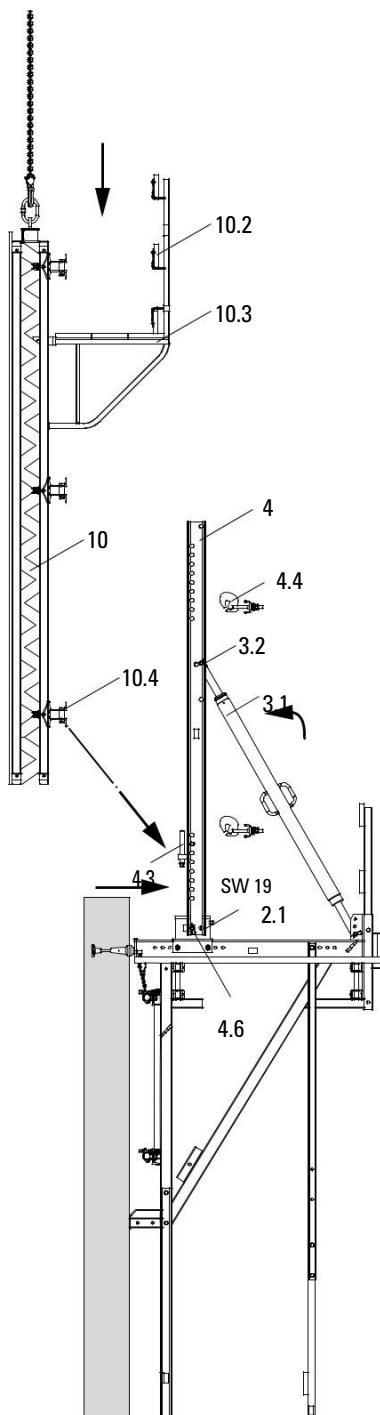

Fig. B2.07
5. Спуснете кофража (10) с долния ригел (10.4) върху регулатора на височината. Повдигащото въже остава обтегнато.
6. Закрепете държача на трегера (4.4) към ригелите. (Fig. B2.07)